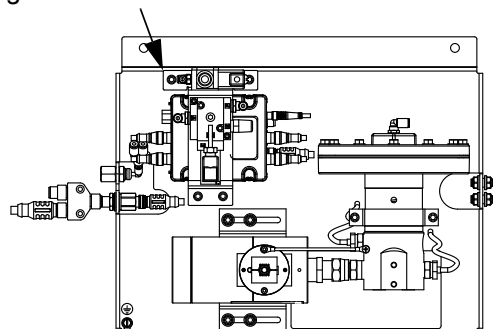

ABB. 39: Magnet-Luftventil des Abfüllventils
4. Wenn das Dosierventil nicht vom Steuergerät aus betätigt werden kann, siehe ABB. 39 und die folgenden Schritte ausführen, um das Applikationsgerät zu öffnen und den Materialdruck zu entlasten:
- a. Um den Materialdruck zu entlasten, den Tauchanker am Elektromagnet zum Öffnen aller an diese Materialplatte angeschlossenen Dosierventile manuell betätigen. Siehe ABB. 39.